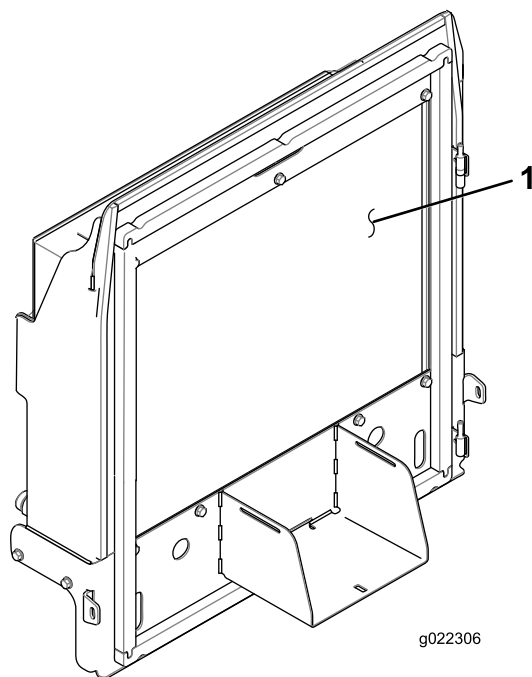

Figure 86
4. Nettoyez soigneusement les deux côtés du radiateur et du refroidisseur d'huile (Figure 86) à l'air comprimé.